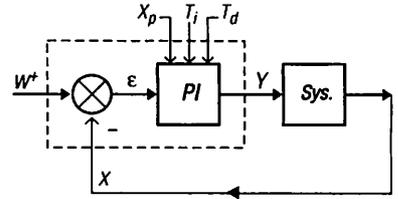

Fig. 9 : Régulateur à action proportionnelle intégrale et différentielle PID.
2.4. Régulateur à action proportionnelle, intégrale et dérivée (PID) (fig. 9)